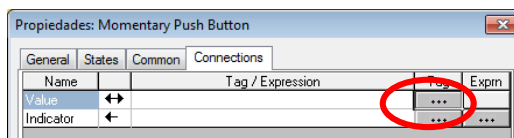

Figura 26: Pestaña de “Connections” para asignación de un tag
- Para asignar un tag al botón creado dar clic donde se indica en la Figura 26.